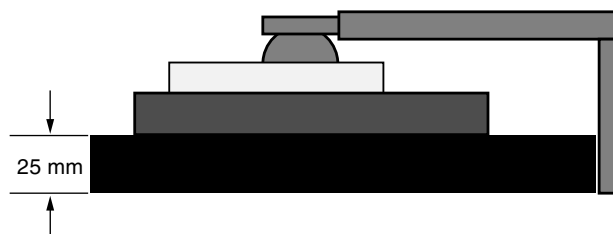

Figura S.1
3. Sistemare il monitor a faccia in giù su una superficie non abrasiva. (Sistemare lo schermo su una piattaforma di 25 mm in modo che il supporto risulti parallelo alla superficie) (**Figura S.1**).